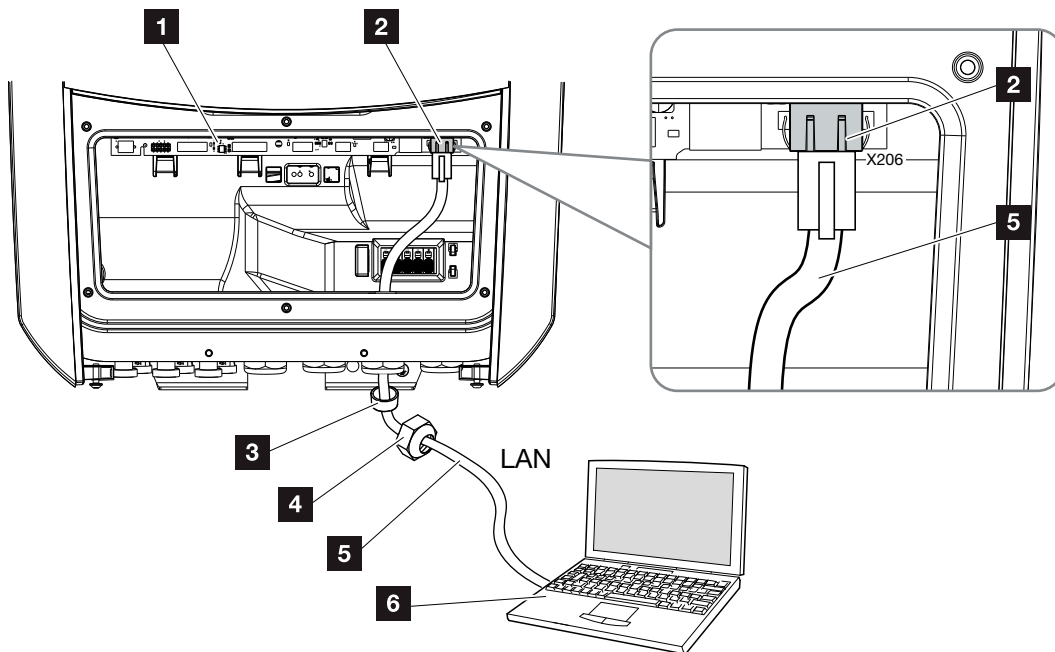

Abb. 34: Wechselrichter und Computer mit Ethernet-Kabel verbinden
3. Ethernet-Kabel an die LAN Schnittstelle des Smart Communication Board anschließen. **Abb. 34 Pos. 2**